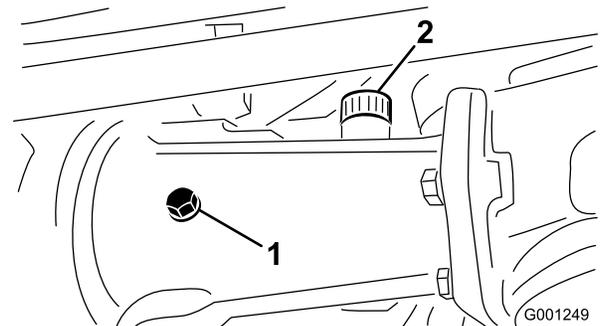
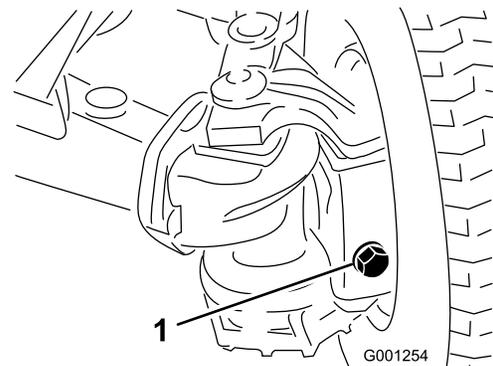

Figura 27
Figura 28
2. Retire los tapones de verificación del eje y asegúrese de que el lubricante llega al borde inferior de cada orificio. Si el nivel de lubricante es bajo, retire los tapones de llenado y añada suficiente lubricante para que el nivel llegue al borde inferior de los orificios de los tapones de verificación (Figura 27 y Figura 28).